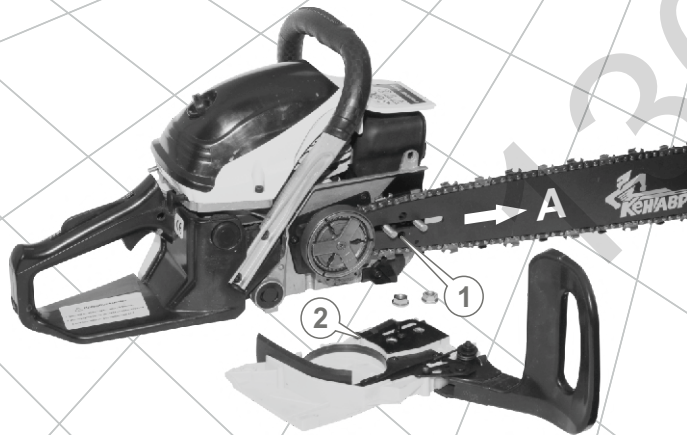

Рис. 3
4. Открутите Т-образным ключом 13x19 мм две гайки, фиксирующие прижимную крышку шины (2) (см. рис. 3). Снимите прижимную крышку.
7. Наденьте шину с цепью на направляющие шпильки (длинным пазом), чтобы штифт натяжителя цепи (1) точно совпал с натяжным отверстием шины (см. рис. 3).
8. Наденьте цепь на ведущую звездочку, расположенной на муфте сцепления и вставьте в паз шины хвостовики. Проведение этой операции начните с верхней ветви шины. Немного сдвиньте шину в направлении стрелки (A) (см. рис. 3), чтобы цепь слегка натянулась.